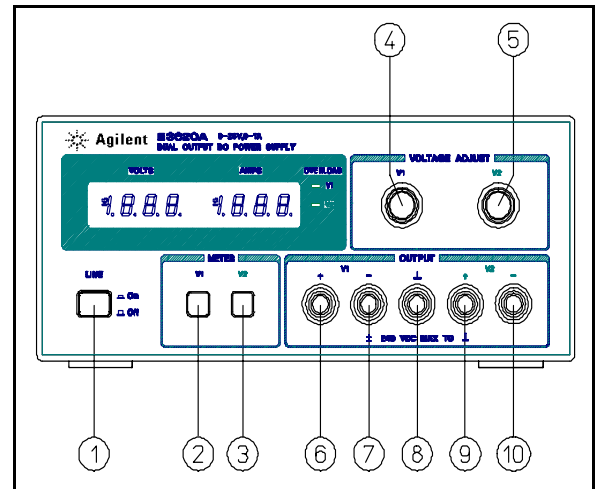

Abbildung 2. Bedienelemente und Anzeigen auf der Frontplatte
Das Gerät ist eingeschaltet, wenn der Netzschalter (1), Abbildung 2) sich in der inneren (gedrückten) Stellung befindet, und ausgeschaltet, wenn er sich in der äußeren Stellung befindet.
Nachfolgend wird beschrieben, wie die in Abbildung 2 gezeigten Bedienungselemente benutzt werden. Außerdem wird ein kurzer Test beschrieben, mit dem Sie überprüfen können, ob die Stromversorgung ordnungsgemäß funktioniert. Führen Sie nach Erhalt des Gerätes diese Funktionsprüfung (oder den im Abschnitt mit Service-Informationen beschriebenen, umfassenderen Test) aus, bevor Sie zum ersten Mal eine Last anschließen. Falls Sie der Funktionsprüfung Probleme zutage treten, sollten Sie den im Abschnitt mit Service-Informationen beschriebenen, umfassenderen Performance-Test durchführen.